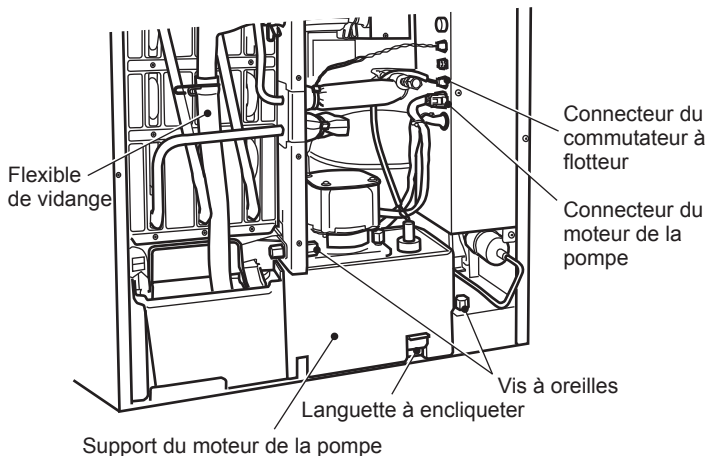

Fig. 2
- 2) Desserrer les deux vis à oreilles fixant le support du moteur de la pompe. Voir fig. 2.
Veiller à faire passer le tuyau d'évacuation derrière le tube en cuivre et à le raccorder correctement. Voir fig. 2. Dans le cas contraire, le tuyau de déchargement peut être coincé dans l'isolation avant, entraînant des résultats incorrects.